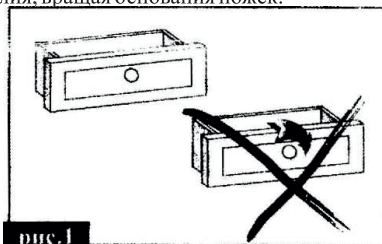

рис.1
- Придерживая ручку рукой, закрепите ее на фасаде с помощью винтов, идущих в комплекте. Для этого на фасаде имеются специальные отверстия. Не проворачивайте ручки во время крепления. Это повлечет повреждение фасада (см.рис. 1).